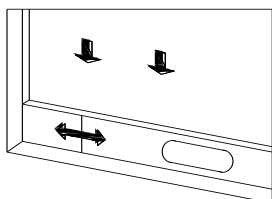
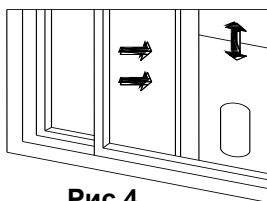

Рис.3
Рис.4
- 1) Приоткройте окно наполовину и установите на окно уплотнительную пластину в собранном виде (как показано на рис.3 и рис.4). Компоненты можно размещать в горизонтальном и вертикальном направлениях.